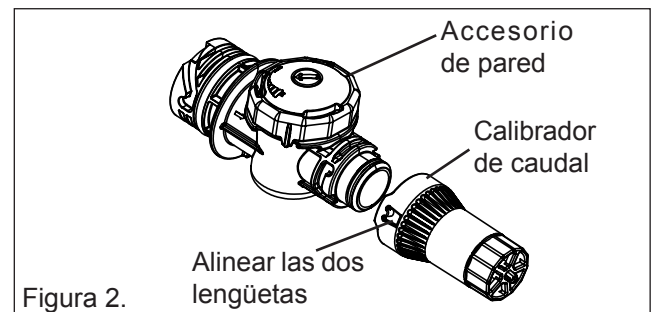
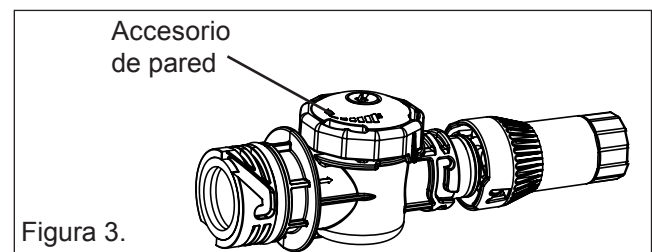

Figura 2.
Figura 3.
1. Fije el calibrador de caudal al accesorio de pared al alinear las dos lengüetas en el calibrador de caudal con las ranuras en el accesorio de la pared. **Véase figura 2.** Empuje y gire el calibrador de caudal en sentido horario hasta que pare, luego tírelo ligeramente fuera de la pared. Asegúrese de que el calibrador de caudal esté bloqueado en su lugar girándolo en sentido antihorario mientras que tira ligeramente el calibrador de caudal. **Véase figura 3.**